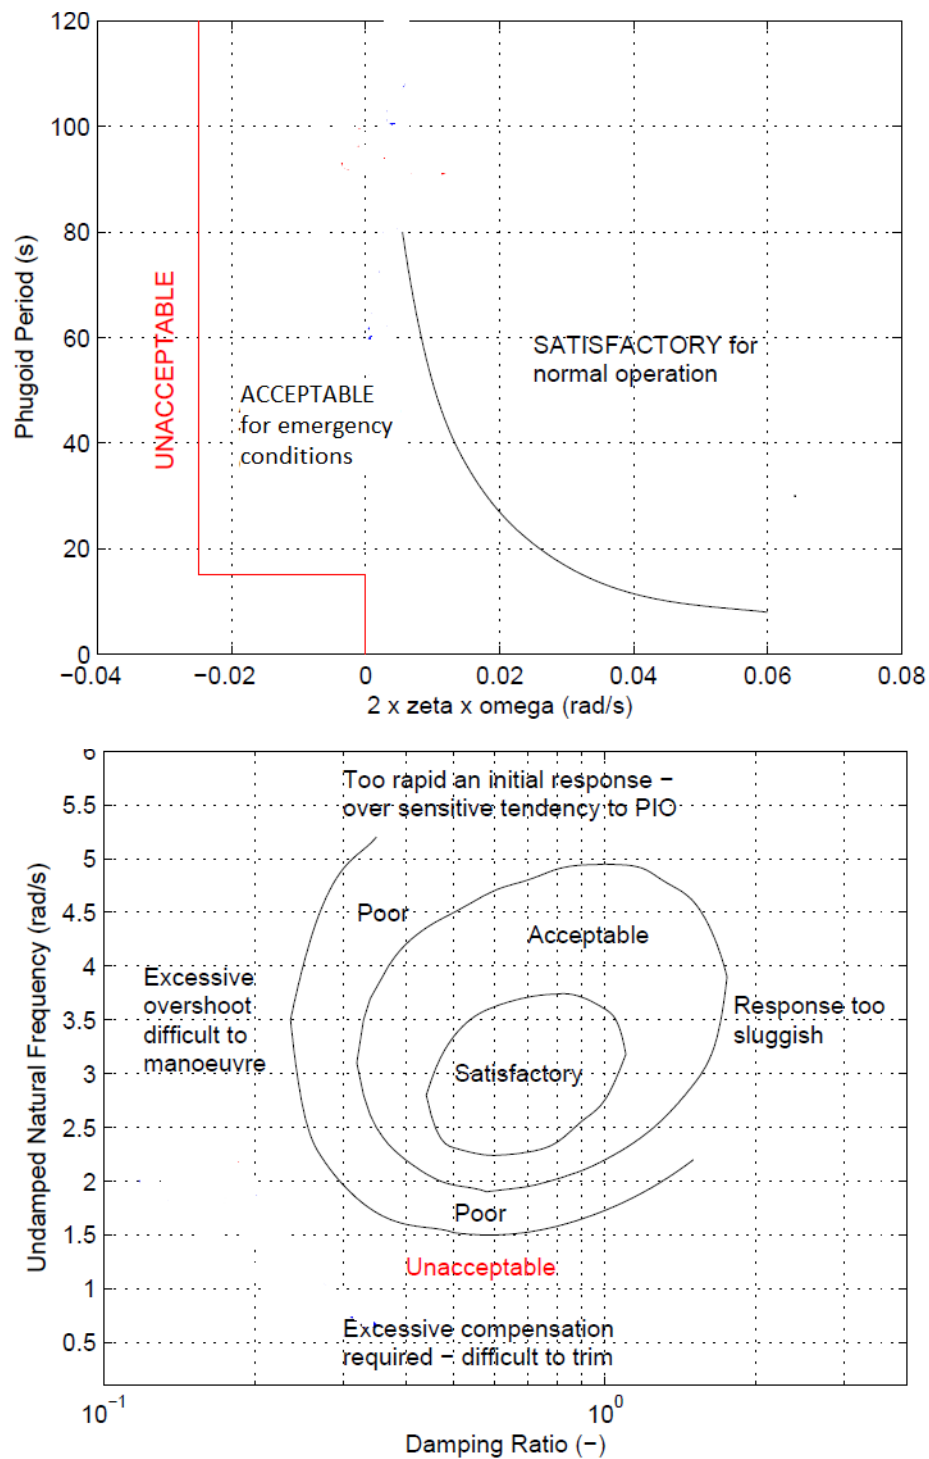

FIGURE 2 – Spécifications sur la phugoïde et l'oscillation d'incidence
5. La Figure 2 donne des spécifications relatives à la phugoïde et à l'oscillation d'incidence⁴. Pour le point de trim choisi, indiquez si votre aéronef est conforme aux spécifications. Dans la négative, quelles sont vos propositions pour obtenir les qualités de vol souhaitées ?